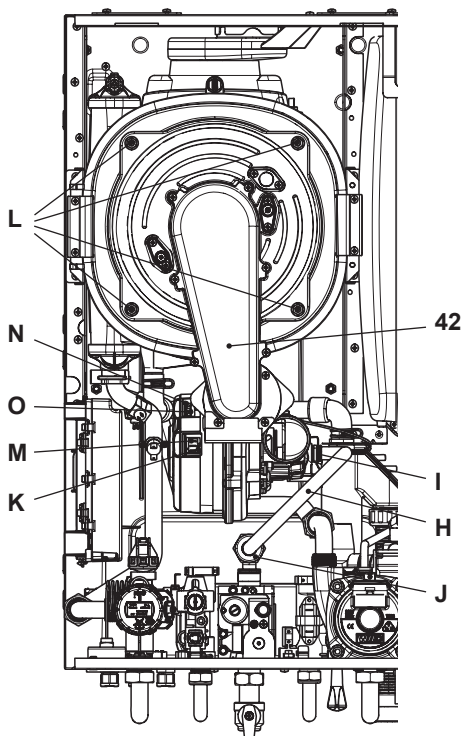

Figura 9.12
Extracción de grupo quemador-ventilador 42 en la Figura 9.12.
- Introduzca un destornillador plano en el entrante K del conector M y haga palanca hacia abajo. Al mismo tiempo desconecte el conector M tirando de él de frente (Figura 9.12).
- Desconecte el conector del ventilador N presionando el gancho de plástico O situado debajo del conector (Figura 9.12).
- Desenrosque los tornillos L y extraiga el grupo quemador-ventilador 42 (Figura 9.12).